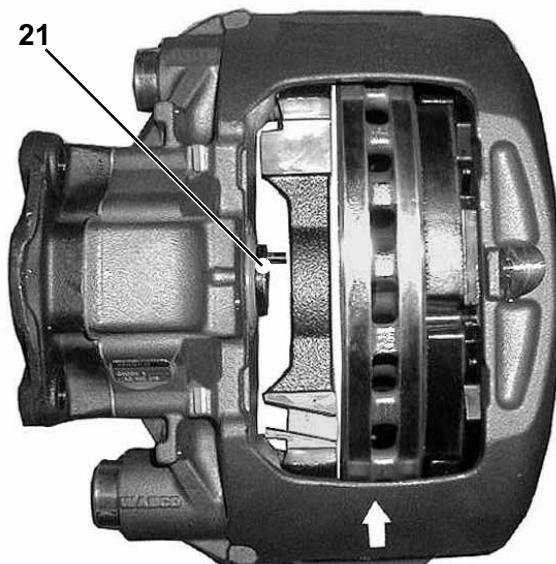

Рис. 52
- Удерживая от вращения регулировочный винт (шток) 21 (см. жирн. стрелку на Рис. 52), выкрутите его примерно на 30 мм, поворачивая шестигранник регулятора зазора против хода часовой стрелки при помощи накидного ключа.